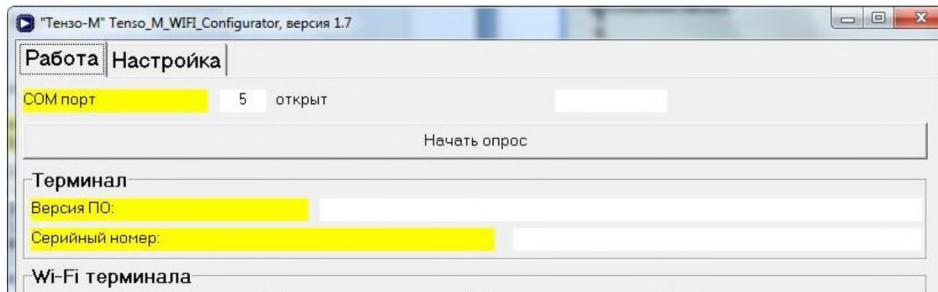

Рис. 6.1. Кнопка «Начать опрос».
6.2. После подключения весового преобразователя к компьютеру и успешного открытия COM-порта на закладке «Работа» станет активной кнопка «Начать опрос», см. рис. 6.1.